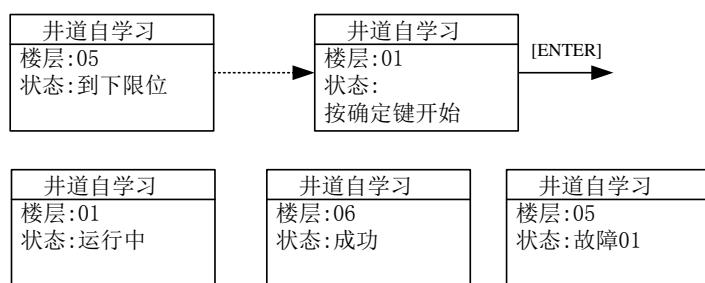

图 7.3 井道自学习操作示意图
对于同步电机，除需要上述电机参数自学习外，还必须进行电机初始角度自学习。否则，同步机将无法正常运行，甚至飞车。因此，同步电机初始角度自学习是非常重要的。必须确保同步电机初始角度自学习完成，空载运行正常后才能带载运行。同步电机初始角度自学习操作过程如图 7.3 所示。
4. 通过液晶显示屏进入自学习菜单，按菜单提示操作，如图 7.3 所示；